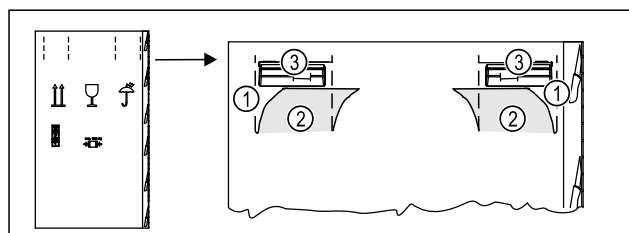

Fig. 5
- Wcisnąć górną część kartonu opakowaniowego w miejscu perforacji Fig. 5 (1).
- Wyciągnąć wciśnięte zakładki Fig. 5 (2).
- Uchwyt do przenoszenia Fig. 5 (3) jest widoczny po prawej i lewej stronie.
- Przytrzymać urządzenie za uchwyty do przenoszenia Fig. 5 (3).